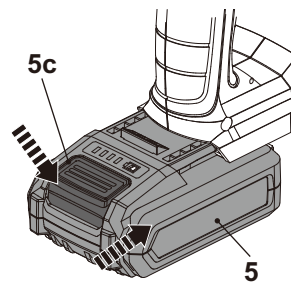

Fig. 6
- > Presione el botón liberador (5c) y deslice el paquete de baterías (5) del puerto de acoplamiento de la batería (5) (Fig. 6).